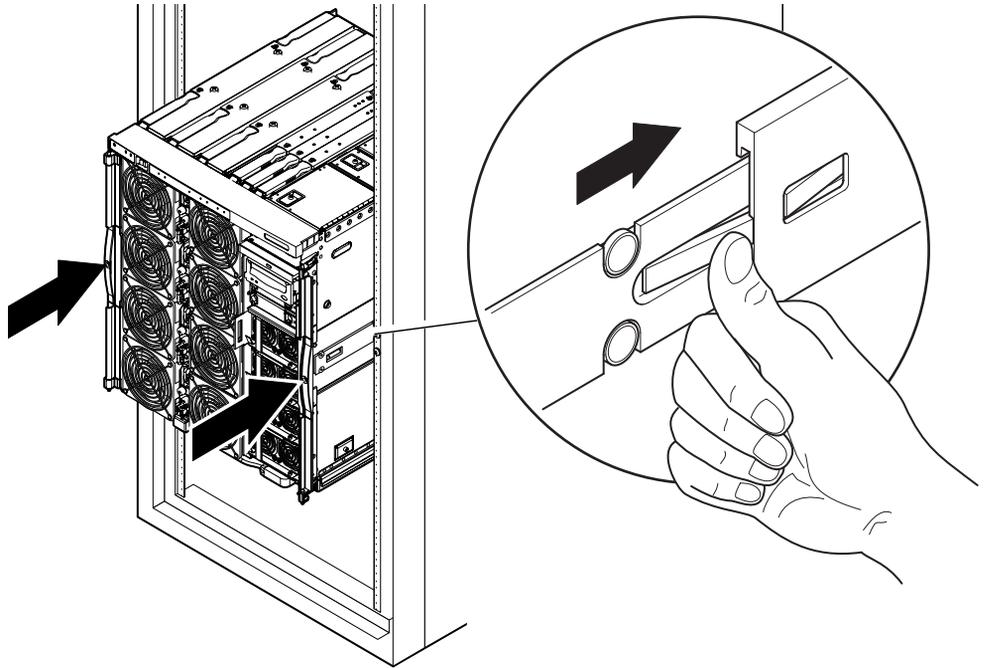

ABBILDUNG 1-11 Hineinschieben des Systems in den Systemschrank
11. Drücken Sie auf jeder Seite auf den grünen Schienen-Freigaberiegel, und schieben Sie das System in den Schrank (ABBILDUNG 1-11).